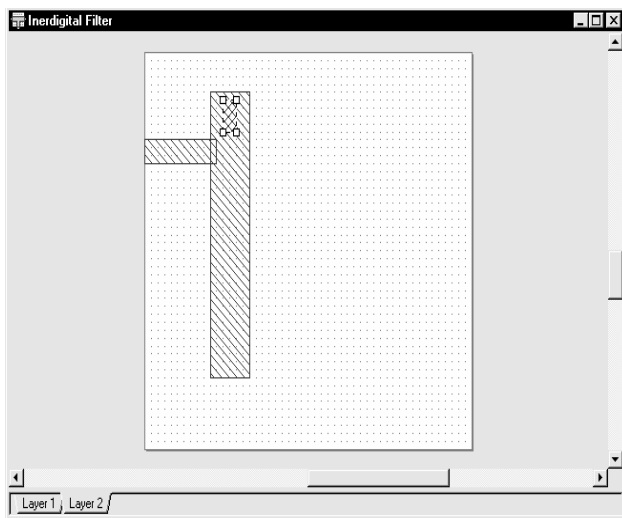

Рис. 4.7
3. Нажмите клавишу **Tab** снова, чтобы открыть диалоговое окно **Enter Coordinates**. Установите флажок в переключателе **Re**, чтобы активизировать относительные координаты. Введите **0.4** в поле  $dx$ , **0.8** в поле  $dy$  и нажмите **ОК**. Межслойный переход появится в окне **Interdigital Filter** в виде синих квадратов в угле проводника, что указывает на то, что переход выбран (см. рис. 4.7).